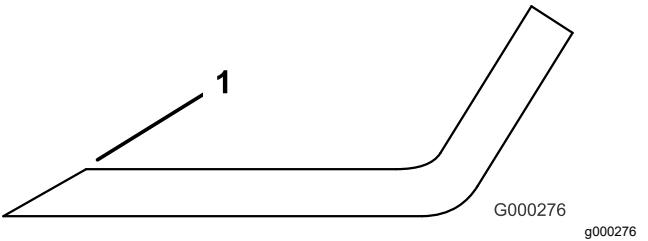

Figura 92
3. Zkontrolujte řezné hrany všech žacích nožů a naostřete je, pokud jsou tupé nebo jsou na nich vruby (Figura 92).
Nota: Bruste pouze horní část řezné hrany a udržujte původní úhel řezu, abyste dosáhli ostré hrany (Figura 92). Vyházení nože zůstane beze změny, jestliže odstraníte z obou řezných hran stejné množství materiálu.